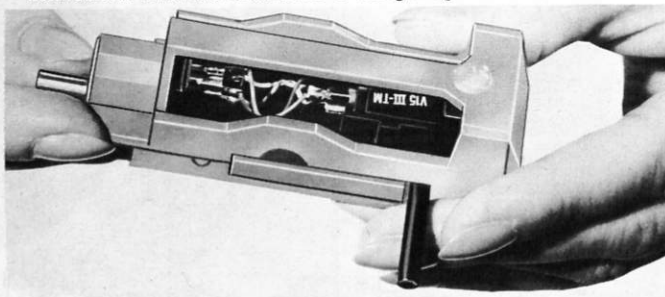

Abb. 9
4. Mit Hilfe der Stellschraube wird nun die Abtastnadel mit dem Achsenkreuz in der Lupe zur Deckung gebracht (Abb. 9). Anschließend wird die Schraube C festgezogen.